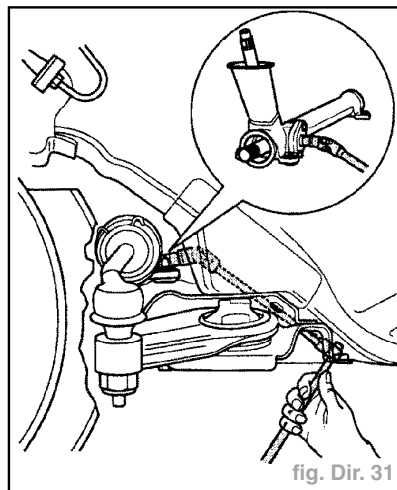

fig. Dir. 31
- Au cours de cette opération, le second mécanicien tourne avec précaution la vis de réglage dans le couvercle jusqu'à ce que les bruits de battement ne soient plus audibles dans l'habitacle (fig. Dir 31).